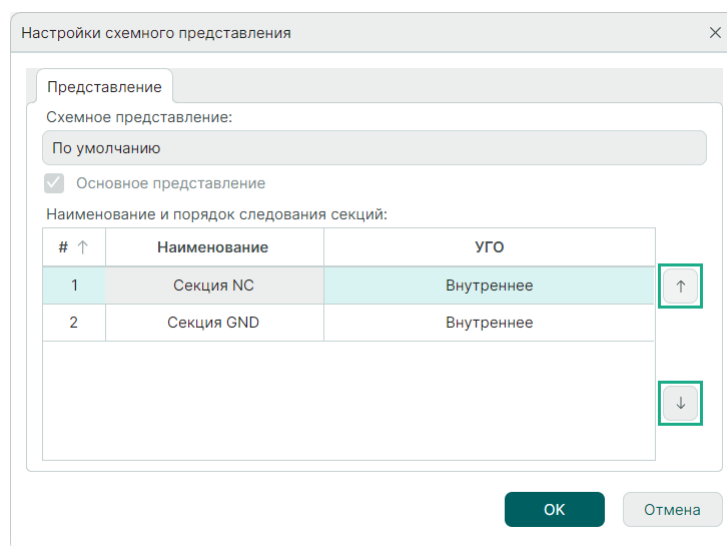

Рис. 225 Изменение порядка отображения секции
2. Выберите в таблице одну из секций и с помощью кнопок  и  переместите ее в требуемую позицию, см. Рис. 225.